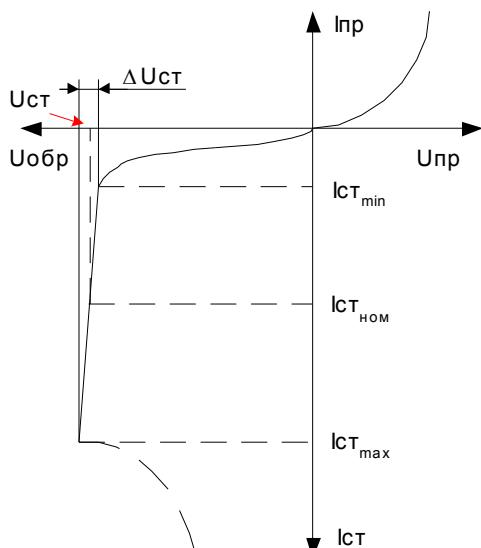

Рис. 42
- ◆ Минимальное, максимальное и номинальное значение тока стабилизации $I_{st,min}$, $I_{st,max}$, $I_{st,nom}$. (смотрите рисунок 42).